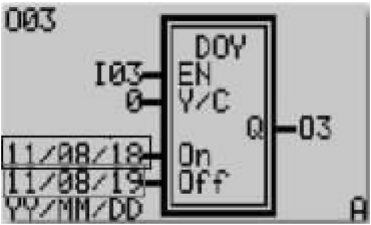

图 1-12 对 DOY 功能块 On 和 Off 参数的设置
9) 按向右键，选择 Off 参数的数字输入，用同样方法把它的值设定为 11/08/19 (YY/MM/DD)。对 DOY 功能块 On 和 Off 参数的设置如图 1-12 所示。